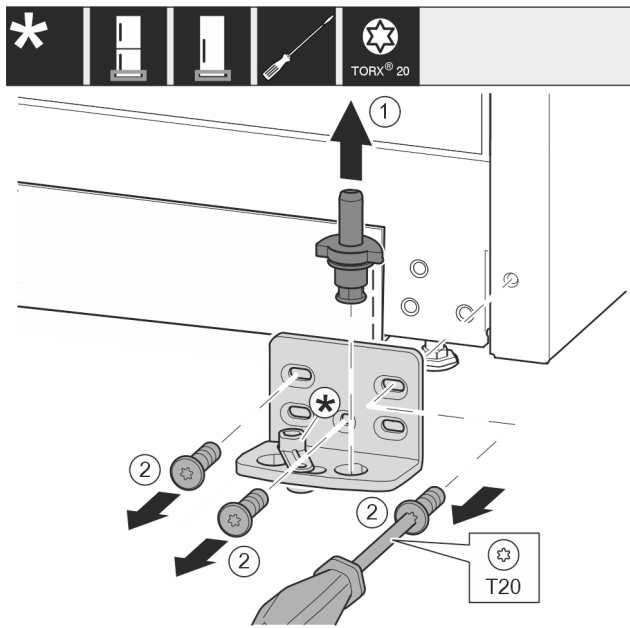

Fig. 15
- Izvucite svornjak ležaja Fig. 15 (1) potpuno prema gore.
- Odvijačem odvrnite vijke Fig. 15 (2) i skinite podložak ležaja.